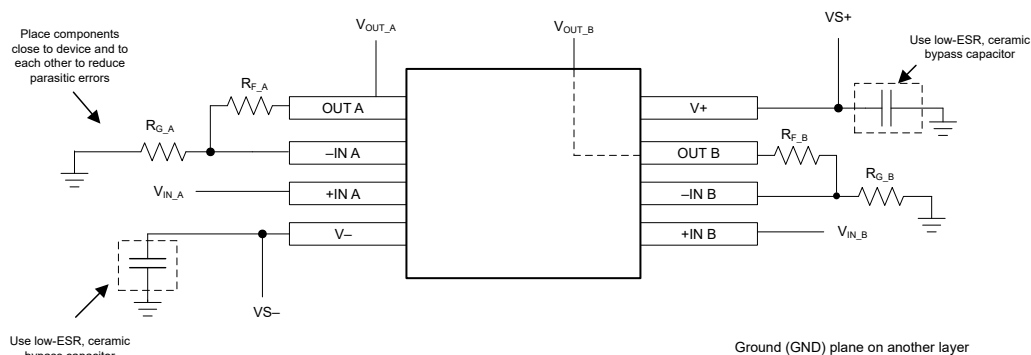

図 7-9. 非反転型アンプ構成のオペアンプ基板のレイアウト
- デカップリング コンデンサをデバイスのできるだけ近くに配置します。図 7-9 が示すように、帰還抵抗 (R3) とゲイン抵抗 (R4) は反転入力に近くに配置して、寄生容量を最小限に抑えます。